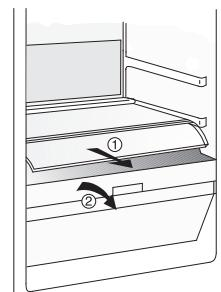

Fig. 2
2. Rimuovere il comparto (Vedi **Fig. 2**)
- La posizione consigliata per gli alimenti da congelare è quella indicata in **Fig. 1**, se è presente la griglia oppure **Fig. 2** se la griglia non è in dotazione.